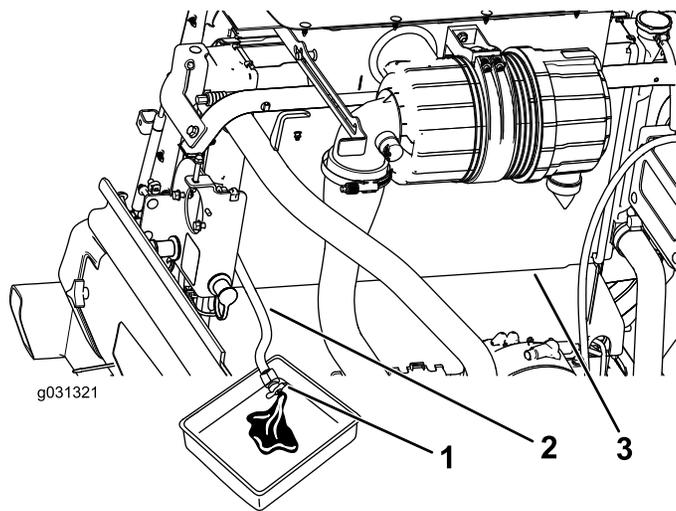

Figura 111
3. Coloque la manguera de vaciado del radiador en un recipiente de drenaje, abra la válvula de vaciado de la manguera del radiador, y vacíe el fluido en el recipiente de drenaje (Figura 111).
4. Cierre la válvula de la manguera de vaciado del radiador (**Figura 111**).